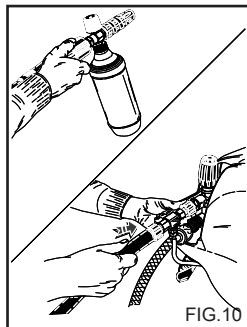

FIG.10
PUHDISTUSNESTEEN IMUSARJAN ASENNUS (Fig. 10). (Valinnainen lisävaruste).
- 2) Poista jatkokappale kahvasta ja aseta kaksoisuihkuputki tai säädettävällä pääkappaleella varustettu suihkuputki paikoilleen, kytke painepesuri päälle, kytke suihkuputkella oleva puhdistusaineen imun ohjauspainike päälle (Fig. 10 - 12) ja levitä pesuainetta pestävälle pinnalle alhaalta ylöspäin. Anna vaikuttaa muutaman minuutin ajan.